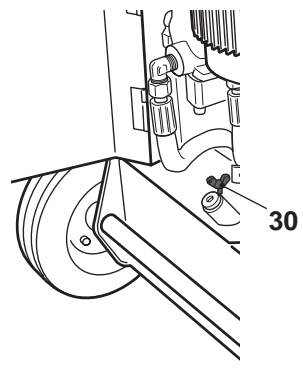

Fig. 10b
- > Desserrez la vis d'aération [30] de 5 tours avant de démarrer l'appareil (Fig. 10b).